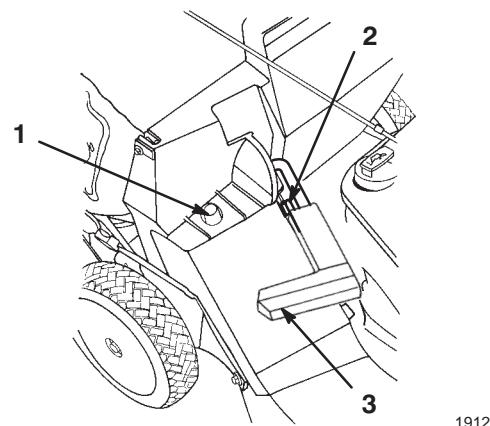

Bild 14
2. Stellen Sie sicher, dass der Griff an der Auswurfkanalklappe ganz nach vorne gestellt wird und dass der Stift den Riegel berührt (Bild 14).
3. Schieben Sie das Loch im Korbrahmen auf den Halteposten am Gehäuse (Bild 14).
- Heben Sie den Griff der Auswurfkanalklappe an und ziehen ihn nach vorne, bis der Stift den Riegel berührt (Bild 14).